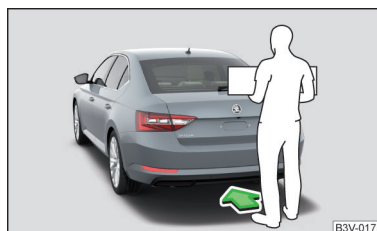

Fig. 60
► Pentru **deschidere/închidere**, balansați energic un picior sub bara de protecție din spate, în zona senzorului, în sensul săgeții » **fig. 60**.